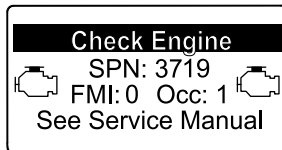

Figura 42
- Si se requiere una regeneración de recuperación, el InfoCenter muestra la advertencia del motor SPN 3719, FMI 16 (Figura 42), y la computadora del motor reduce la potencia del motor al 85 %.